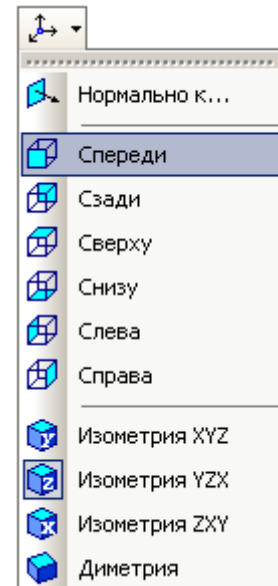

Рисунок 4.3 – Орієнтація моделі
2. На панелі «Ориентация» (рис. 4.3) оберіть «Сверху».
24. Раскройте панель «Ориентация» і оберіть «Спереди» (рис. 4.3)